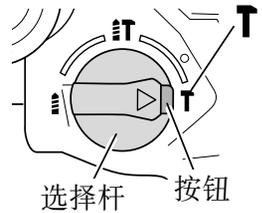

图 22
按下按钮并将选择杆对准 **T** 记号，可以将电动锤钻设置为只锤钻模式 (图 22)。
(3) 旋转选择杆，使其对准 **T** 记号 (图 22)。